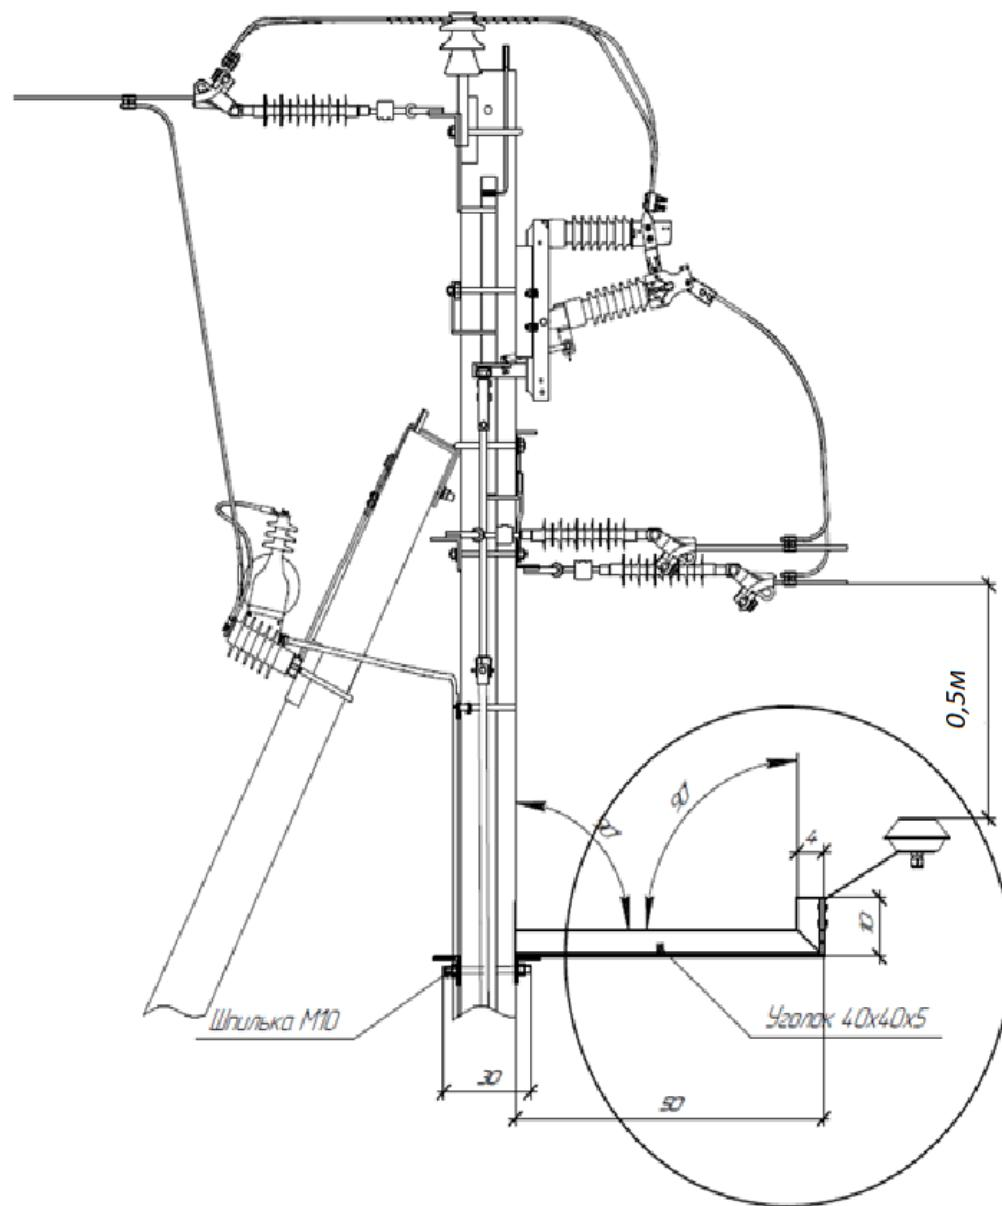

Рисунок 5.4. Указания по монтажу ISL на опоре с РМИК, при установке ТСН на откосе опоры
- Установка ISL на вертикальную стойку анкерной опоры с. При условии размещения ТСН на откосе опоры (Рисунок 5.4).